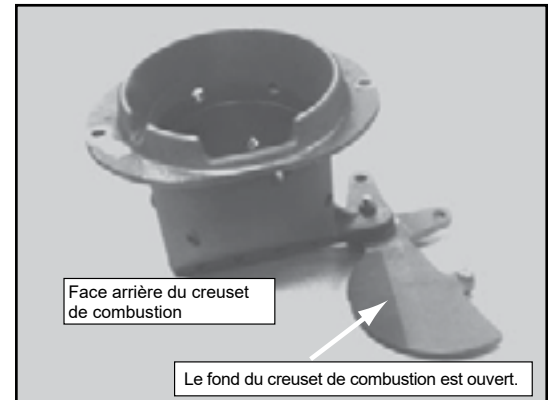

Figure 16.2
- d. Fermez complètement la plaque de fond du creuset de combustion quand vous avez terminé (**Figure 16.2**).